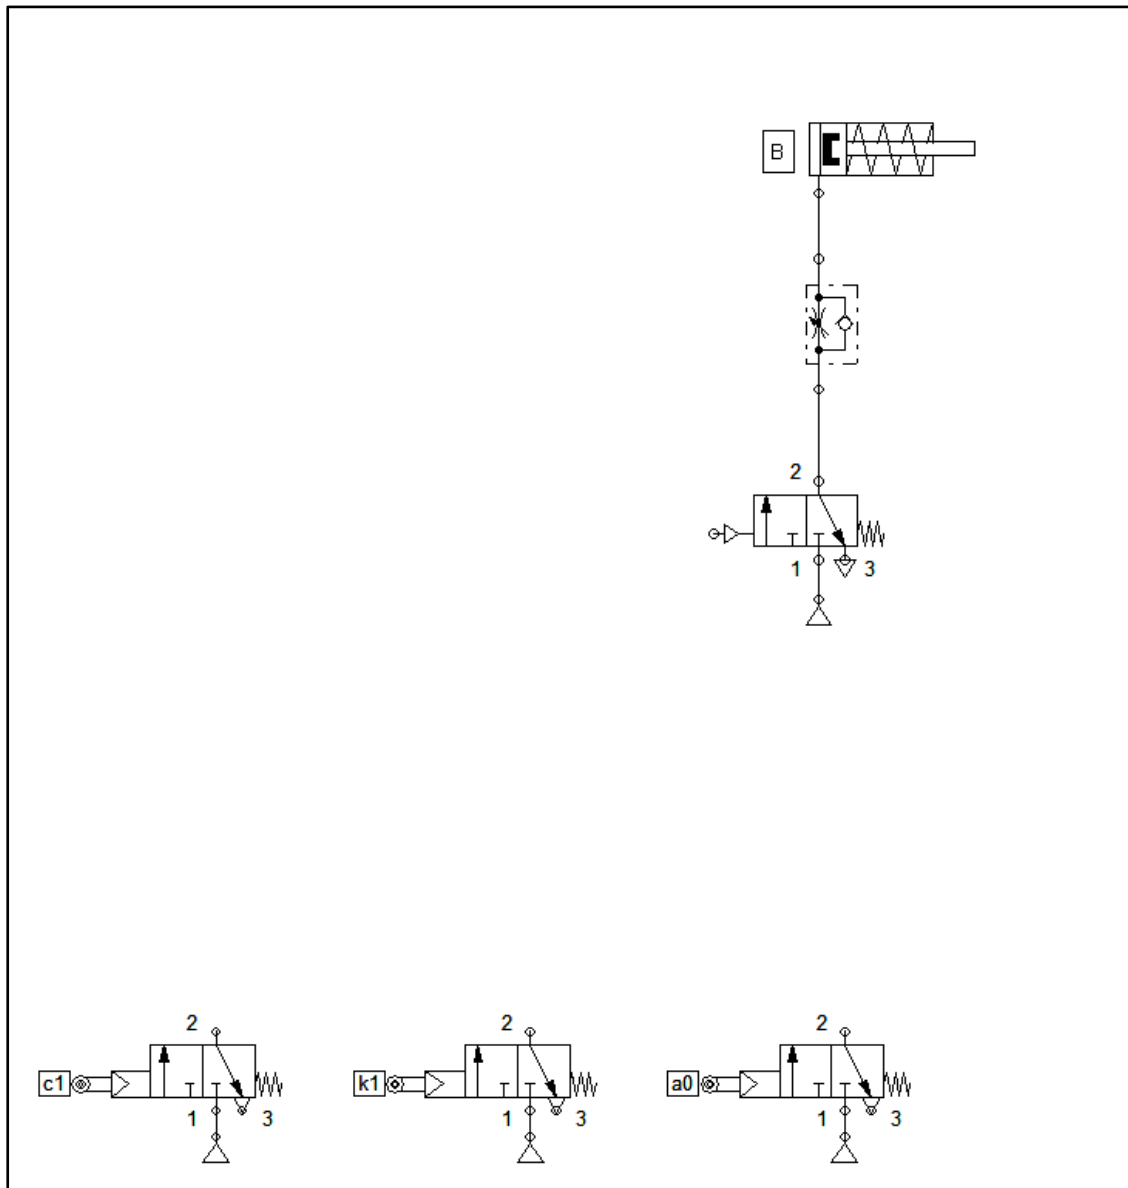

Figuur 3
a) Noteer de schakelformule van het commando B van de schakeling in figuur 3. (3p)